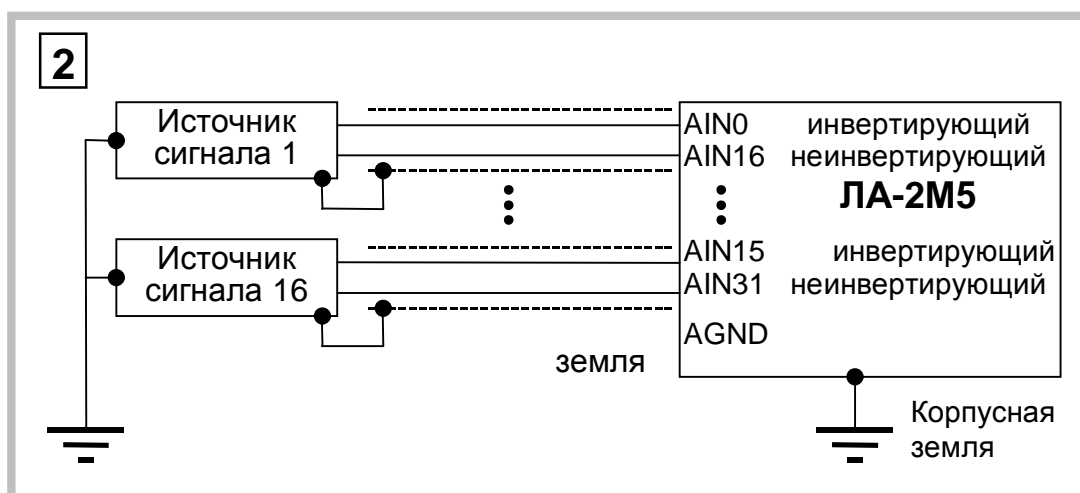

Рис. 7. 13
7.2.2.8.3. В схеме второго варианта (Рис. 7. 13) экран соединительного кабеля заземлен на входе источника сигнала.